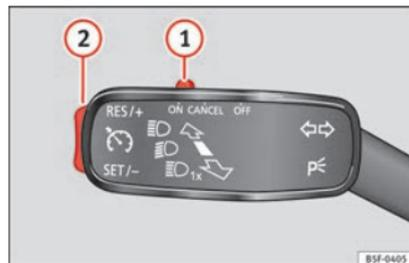

Fig. 188 Leva degli indicatori di direzione e degli abbaglianti: tasti del regolatore di velocità.
- Portare l'interruttore ① » fig. 188 nella posizione ON.
- Una volta raggiunta la velocità che si desidera programmare, premere brevemente il tasto doppio ② in posizione SET.
- Premere il tasto doppio ② »» fig. 188 »» pag. 187 in posizione **RES**.
- La velocità programmata può essere **ridotta**, premendo il tasto ② »» fig. 188 »» pag. 187 in posizione **SET**.
Il regolatore di velocità **viene disattivato temporaneamente**, portando l'interruttore ① »» fig. 188 »» pag. 187 in posizione **CANCEL** oppure premendo il pedale del freno o della frizione.
- Portare l'interruttore ① »» fig. 188 »» pag. 187 in posizione **OFF**.